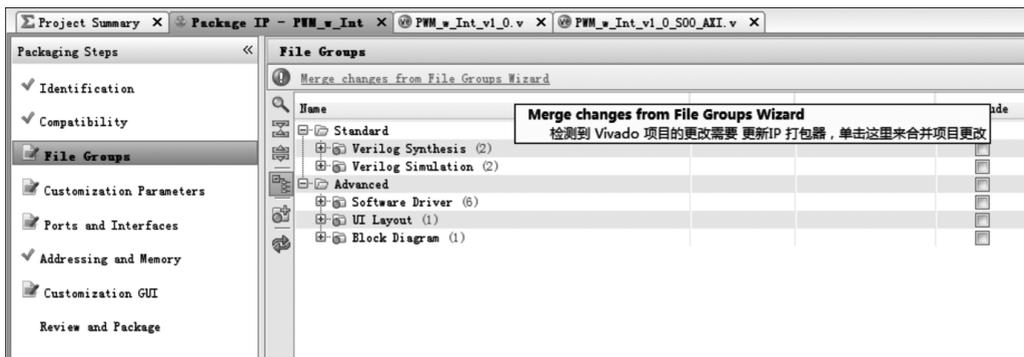

图 3-11 Package IP 界面
(5) 然后编写相应的仿真测试程序,对外设模块设计的正确性进行功能仿真验证。仿真验证正确后可以综合。综合无误后就可以对该模块进行 IP 封装了。
(6) IP 封装通过 Vivado 的 Package IP 功能实现,其界面如图 3-11 所示(如果图 3-11 所示的界面没有在工程中显示,则可以通过选择 Package IP 菜单命令打开该界面)。